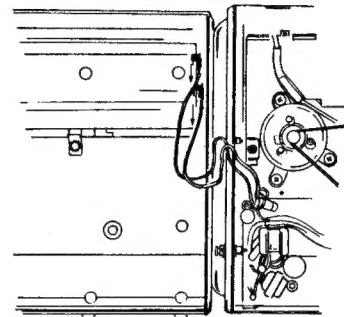

Abb. 7
2. Die Drähte der Stromversorgung aus den Batterieanschlüssen ziehen, die sich am Batteriefach befinden (Abb. 7).